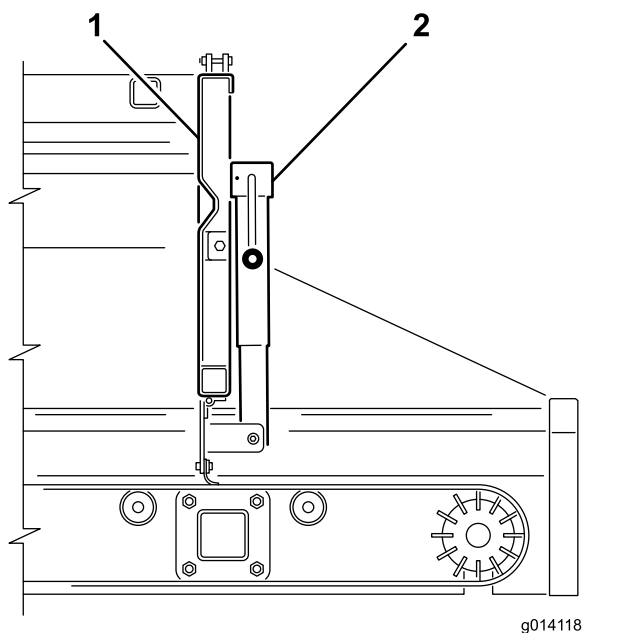
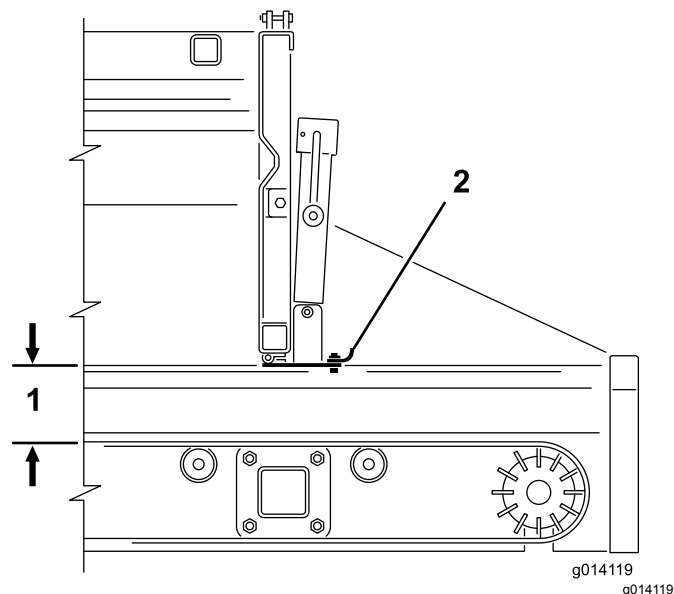

図 38
図 39
2. ジャッキハンドルを使って、後ゲートを適当な状態まで開く 図 38 と 図 39。これにより、オプション機器を使う場合にはオプションへの供給量が制限される。